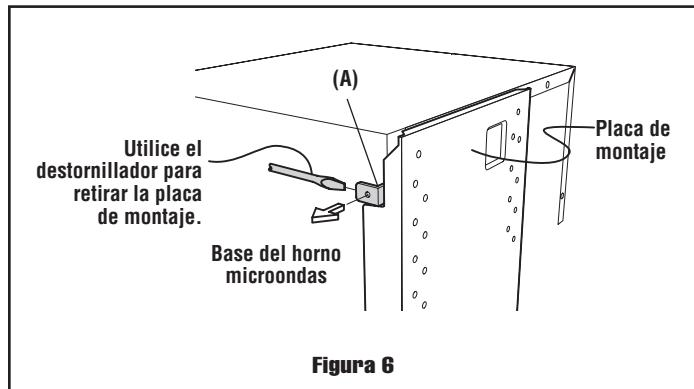

Figura 6
- (A) Retire la placa de montaje tirando de la palanquilla que está en la base del horno. Vea la Figura 6.